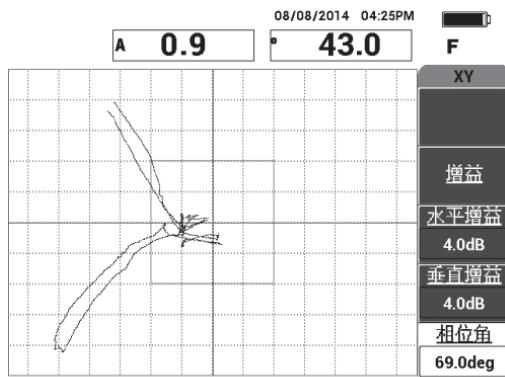

图 6-8 调整脱粘信号的角度
4. 在主菜单中, 按相位角 (E 键), 然后调整信号的角度, 使远端脱粘信号下降, 近端脱粘信号上升 (参见第 118 页的图 6-8)。